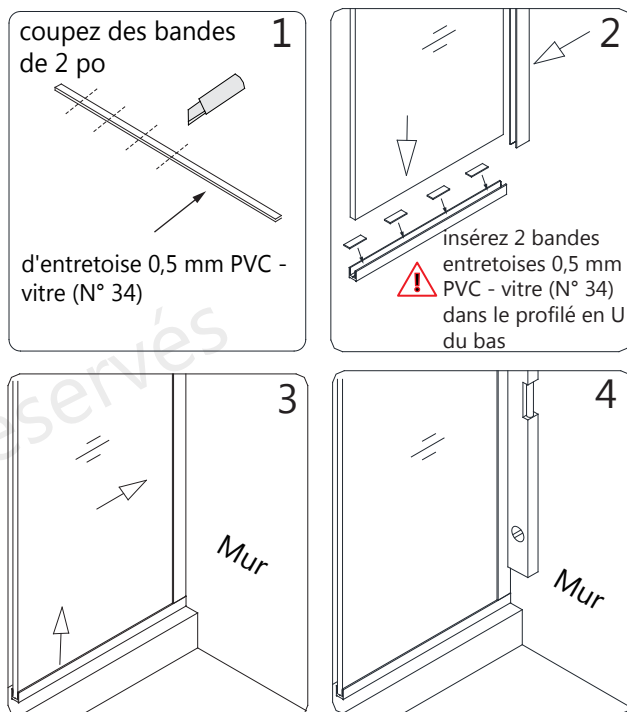

Fig 12
- Placez la vitre dans le profilé en **U inférieur 2 (N° 29)** et faites glisser le montage bien appuyé contre le mur. (**Fig 12**)